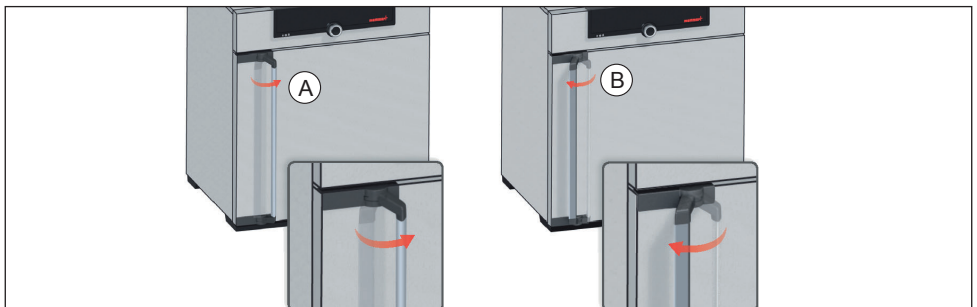

Abb. 14 Tür öffnen und schließen
- ▶ Zum Öffnen der Tür Türgriff zur Seite ziehen (je nach Türvariante links oder rechts, Abb. 14, A).
- ▶ Zum Schließen Tür zudrücken und Türgriff zur Seite drücken (B).